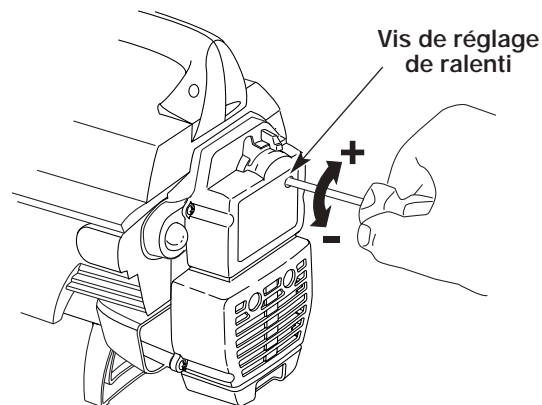

Fig. 24
Le régime ralenti du moteur est réglable par le couvercle du filtre à air/silencieux (Fig. 24).
2. Relâchez le levier d'accélérateur et laissez le moteur au ralenti. Si le moteur s'arrête, insérez un petit tournevis à embout cruciforme ou à tête plate dans le trou du couvercle du filtre à air/silencieux (Fig. 24). Vissez la vis de réglage du ralenti de 1/8 de tour à la fois (selon le besoin) jusqu'à ce que le moteur se mette bien au ralenti